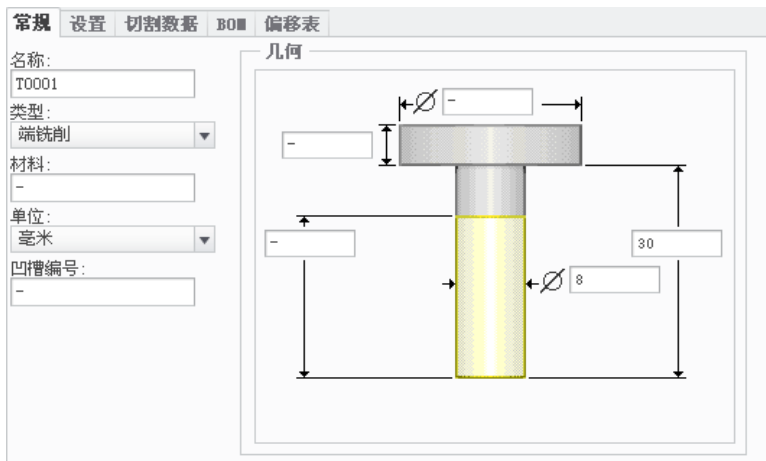

图 3.9.4 设定刀具一般参数
Step4. 在弹出的“刀具设定”对话框的选项卡中设置图 3.9.4 所示的刀具参数，设置完毕后依次单击和按钮，在“铣削工作中心”对话框中单击按钮，返回到“操作”操控板。